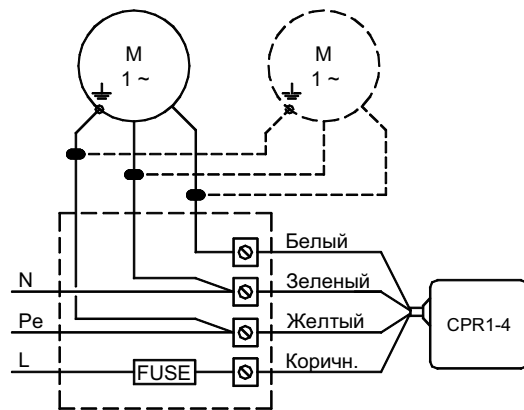

Рис.3. Электрические соединения
- Произведите электрические подключения согласно рис.3. Для подвода питания и подключения двигателя используйте кабель сечением не менее 0,75 мм², соответствующий местным нормам электробезопасности. Все кабели должны выдерживать температуру эксплуатации до +80 С.